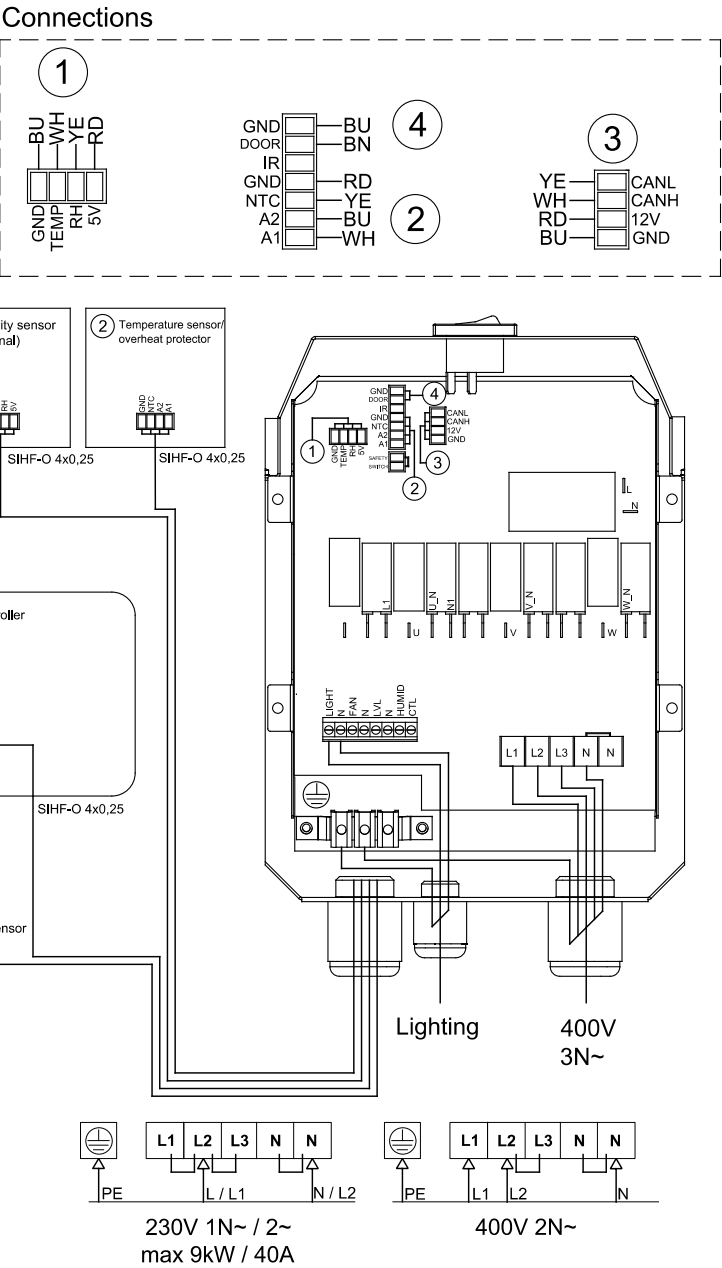

Bild 2. Kopplingsschema
6. När komponenterna av styrsystemet är installerade och kopplade kan en strömkabel anslutas till bastuaggregatet enligt kopplings-schemat (bild 2). En gummikabel typ H07RN F eller liknande används som strömkabel. Kabelns tvärsnitt och säkringsstorleken har visats i tabell 3.